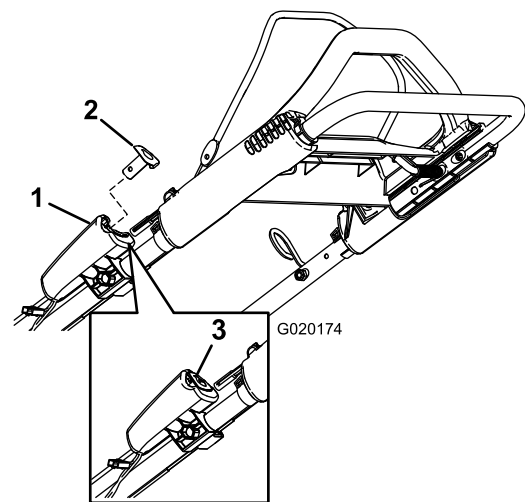
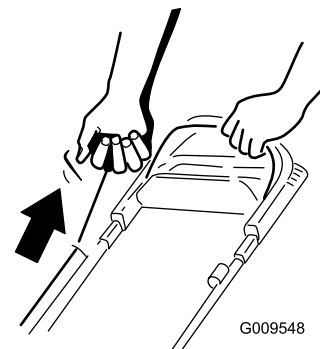

Figura 13
Figura 14
2. Presione el botón de arranque eléctrico (modelo de arranque eléctrico solamente; consulte Figura 13) o tire de la cuerda del arrancador de retroceso (Figura 14).
Nota: Si se ha retirado el botón de arranque eléctrico, introdúzcalo en el arrancador eléctrico; consulte Figura 13 (modelo de arranque eléctrico solamente).
Nota: Cuando tire del arrancador de retroceso, tire suavemente hasta que note resistencia; luego tire con fuerza (Figura 14). Deje que la cuerda vuelva lentamente al manillar.